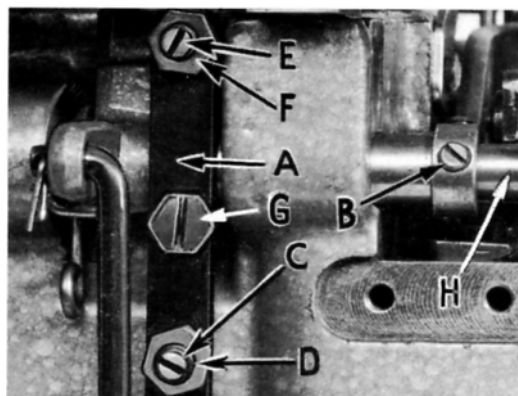

FIG. 11
Assemble the presser foot to presser arm. With needle in high position, swing presser arm into sewing position and set the presser foot to align needle holes (front and back) and flat on the throat plate. The front edge of needle hole in presser foot must be aligned with front edge of needle hole in throat plate. It is also important that the bottom of the presser foot be flat on the throat plate. If necessary, presser foot can be realigned with throat plate slots by shifting the foot lifter lever shaft (H, Fig. 11). To move the shaft, loosen collar screws (B, Fig. 11) and clamp screw (G) and then shift the foot lifter lever shaft to the left or right as required. Retighten collar screw and clamp screw.
The foot lifter lever arm (A, Fig. 11) and the collar (B) secure the shaft. Be sure the presser arm does not bind and rise when presser foot release bushing is unlocked.
Monte el pie prensatela en el brazo del pie. Con la aguja en su posición de arriba, ponga el brazo del pie en la posición de costura y ajuste el pie prensatela de manera que coincidan los huecos para la aguja y el pie repose plano en la plancha de la aguja. El borde delantero en el hueco para la aguja en el pie prensatela debería coincidir con el borde delantero del hueco para la aguja en la plancha de la aguja. También es importante para que la parte inferior del pie prensatela este nivelado con la plancha de la aguja. Si hace falta se puede ajustar el pie prensatela a los huecos de la aguja en la plancha de la aguja moviendo el eje del levantador de prensatela (H, Fig. 11). Para mover el eje suelte los tornillos (B, Fig. 11) en el anillo y el tornillo de sujeción (G) y mueva el eje hacia la izquierda o hacia la derecha. Apriete los tornillos en el anillo y el tornillo de sujeción otra vez.
El brazo para levantar el pie prensatela (A, Fig. 11) y el anillo de ajuste (B) aseguran la posición del eje lateralmente. Asegúrese que el brazo no este trabado y se levante cuando se suelte el manguito de la presión de pie prensatela.